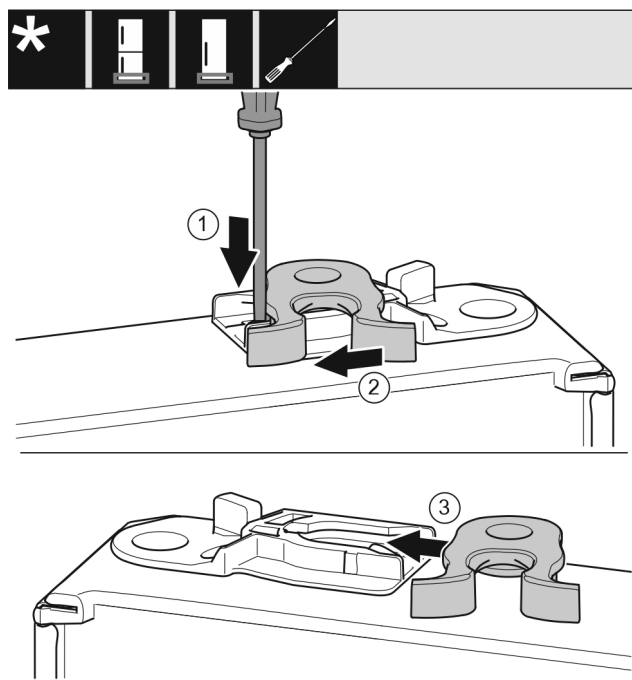

Fig. 27
- Plochým šroubovákem přitlačte lamelu Fig. 27 (1) dolů.
- Vytáhněte petlici Fig. 27 (2) z vedení.
- Petlici Fig. 27 (3) zasuňte do vedení na druhé straně.